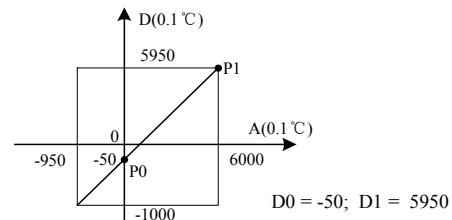
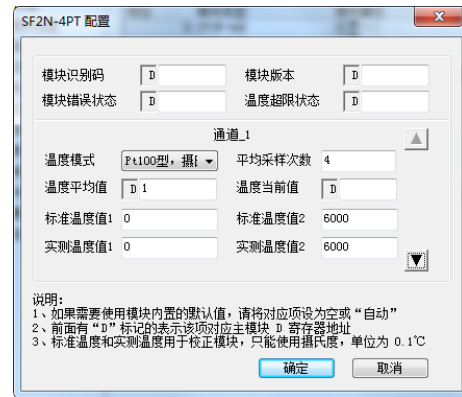
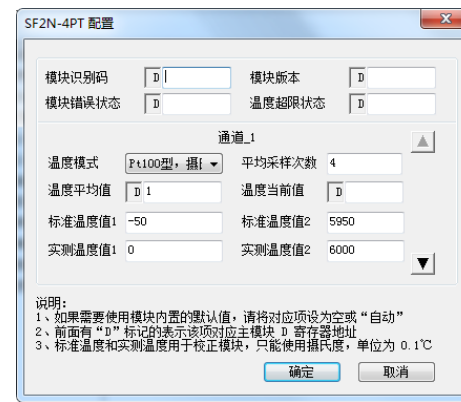

图 3-3 特性更改实例
图 4-1 基本应用通道一设置
图 4-4 通道特性更改设置
9. BFM#4094：模块软件版本信息单元。自动显示在后台软件 SF2N-4PT 配置界面中的**模块版本**栏，见图 4-1。
若实际使用时 SF2N-4PT 测量值偏高 5℃（41°F）时，通过设定特性调整的两点 P0(0, -50)，P1(6000, 5950)可消除误差，参见图 3-3 实例。
如下例所示，SF2N-4PT 连接在扩展模块的 0 号位置，使用第 1 通道接入 Pt100 型热电阻输出摄氏度温度，第 2 通道接入 Cu100 型热电阻输出摄氏度温度，第 3 通道接入 Cu50 型热电阻输出华氏度温度，关闭第 4 通道，平均值点数设为 4，并且用数据寄存器 D1、D2、D3 接收平均值转换结果。设置的方法如图 4-1 至图 4-4 所示。进一步详细说明参见《SF2N 系列可编程控制器编程参考手册》。
SF2N-4PT 连接在扩展模块的 0 号位置，使用其第 1 通道接入 Pt100 型热电阻输出摄氏度温度，第 2 通道接入 Cu100 型热电阻输出摄氏度温度，第 3 通道接入 Cu50 型热电阻输出华氏度温度，关闭第 4 通道。均实现图 3-3 中的特性（若实际使用时 SF2N-4PT 测量值偏高 5℃[41°F]）。此时第 1 通道在实际测量温度为 600℃时，输出为 6000；第 2 通道在实际测量温度为 120℃时，输出温度为 1200；第 3 通道在实际测量温度为 248°F 时，输出温度为 2480。用数据寄存器 D1、D2、D3 接收平均值转换结果。更改的方法如图 4-4 所示。需要注意的是特性更改都是以摄氏度为单位。且设置更改值的范围在 ±1000（±100℃）以内。